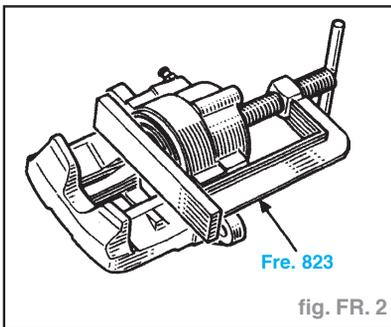

fig. FR. 2
- Repousser le piston au fond de son logement à l'aide de l'outil **Fre 823** (fig. FR. 2).